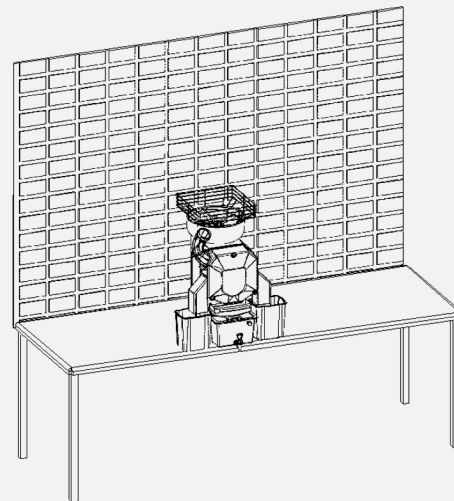

Рисунок 1
- Очень важно чтоб оборудование было установлено на ровной поверхности. (Рисунок 1)
- ✓ Очень важно, чтобы оборудование было установлено на ровной поверхности. (Рисунок 1)